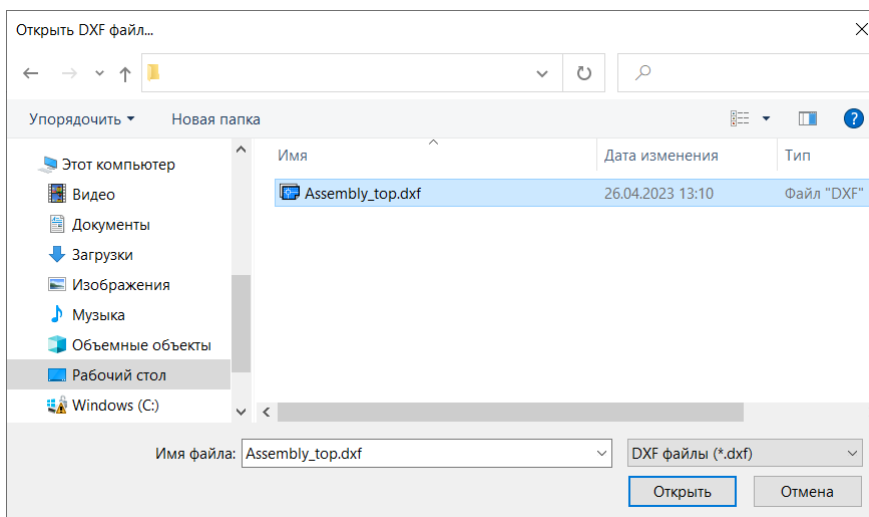

Рис. 51 Окно выбора файла для импорта .dxf
4. Выберите и откройте нужный файл в формате .dxf через окно проводника, см. Рис. 51.